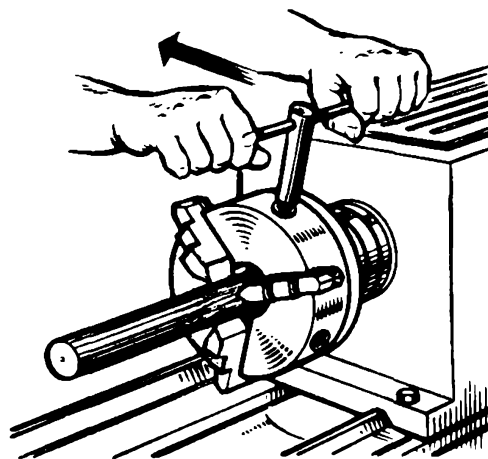
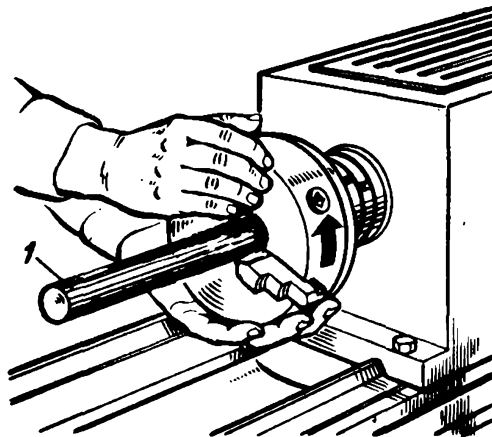

Рис. 17
Рис. 18
3. Снять патрон диаметром до 320 мм с резьбовым креплением на шпинделе. При съеме патрона сначала отвернуть винты и вывести зубья сухарей из кольцевого паза шпинделя. Вставить патронный ключ в гнездо патрона и рывком на себя двумя руками сдвинуть с места патрон (рис. 17). Вынуть ключ. Поддерживать патрон левой рукой (рис. 18), а правой, поочередно захватывая за верхнюю часть кулачков, свинтить его на оправку 1, затем снять и поставить на полку инструментальной тумбочки.